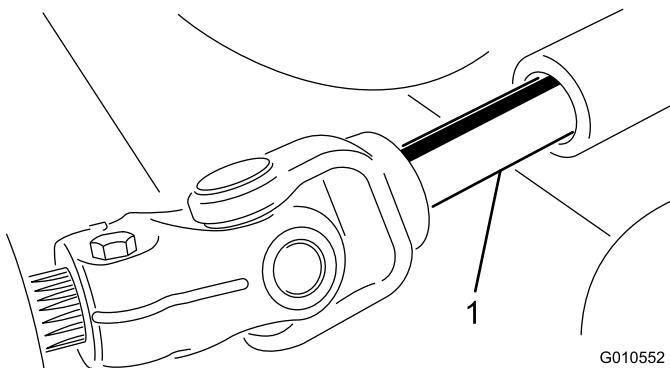

図 22
5. PTO シャフトのオスメスの接続部分を解除して、カッティングユニットをトラクションユニットから引き出す（図 22）。
3. オスの PTO シャフトとメスの PTO シャフトを接続する（図 22）。